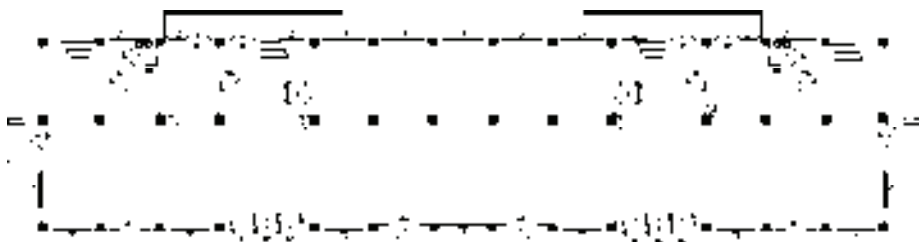

图 15-54 镜像复制图形
9) 调用“镜像”命令，将台阶及挡墙图形镜像复制到右边，如图 15-54 所示。